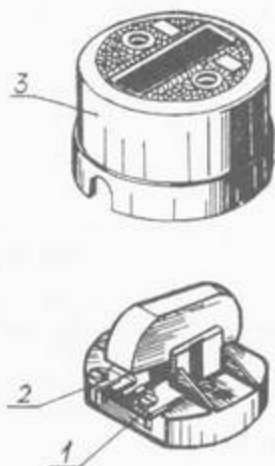

Рис. 2
3. Рассказать о пути электрического тока к вольфрамовой нити электролампы, ввернутой в патрон (см. рис. 2).
Подсоединение выключателя в электрическую цепь осуществляется винтами 1 и 2 (рис. 2) при снятой крышке 3.